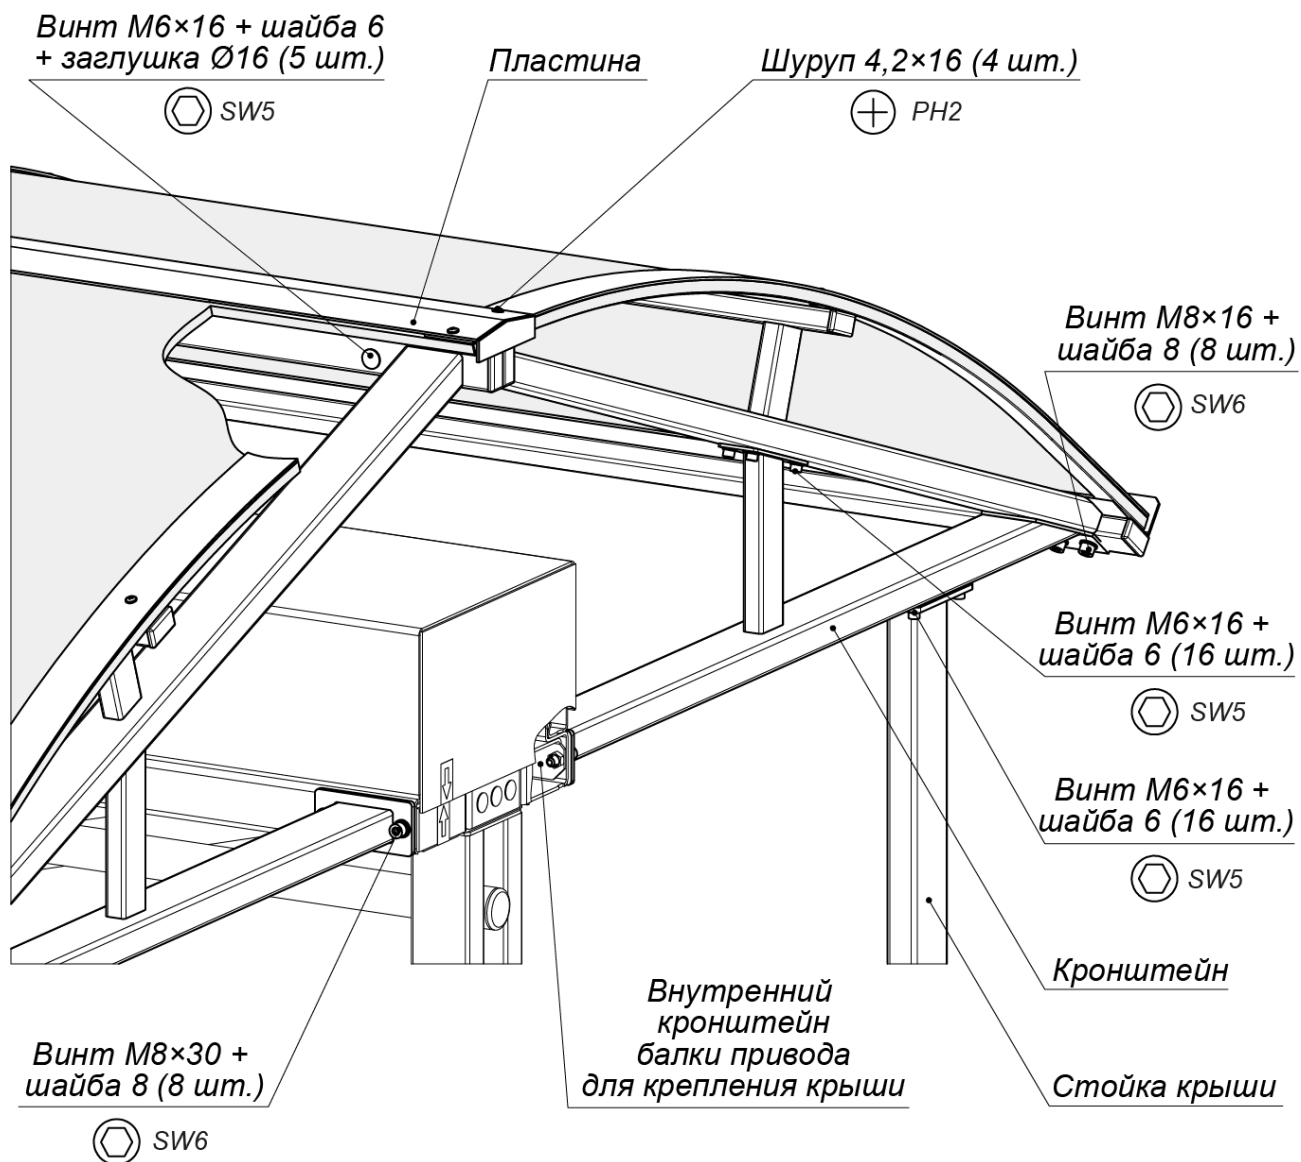

Рисунок 4. Монтаж крыши к балке привода турникета
7. Поднимите кронштейн на верхнюю горизонтальную площадку стойки, совмещая крепежные отверстия и отверстия в стойках и сориентировав фланец кронштейна на боковой поверхности балки привода турникета. Зафиксируйте кронштейн болтами М6×16 на каждой стойке, ключ SW5 (см. рис. 4).
8. Закрепите кронштейн двумя болтами М8×30 к балке привода турникета, ключ SW6 (см. рис. 4). Затяжка болтов – предварительная. Стык фланца и балки привода турникета перед затяжкой болтов рекомендуется герметизировать герметиком силиконовым.
10. Выполните установку полукаркаса крыши с одной из сторон турникета **PERCo-RTD-16**, зафиксировав его болтами М6×16 – 8 шт. (ключ SW5) и М8×16 – 4 шт. (ключ SW6) на установленных кронштейнах (см. рис. 4).